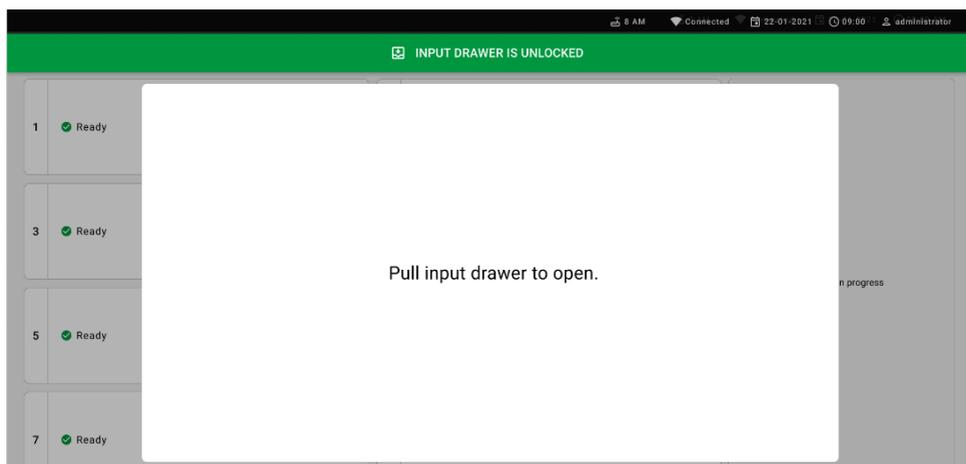

Figura 55. Cuadro de diálogo de apertura de la bandeja de entrada.
6. Cuando se le indique, tire del cajón de entrada para abrirlo (figura 55).